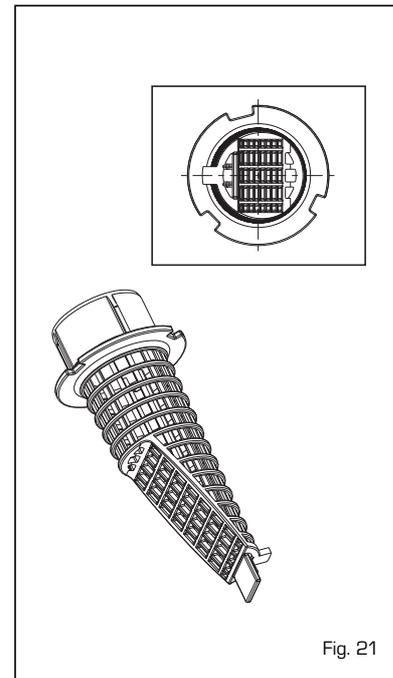

Fig. 21
4.4.2 Pulizia del filtro acqua riscaldamento (fig. 21)